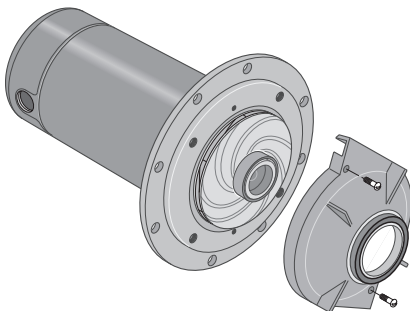

FIGURE 12 – RETIRER LE DIFFUSEUR
3. Retirez le diffuseur (figure 12). L'impulseur exposé peut maintenant être nettoyé.